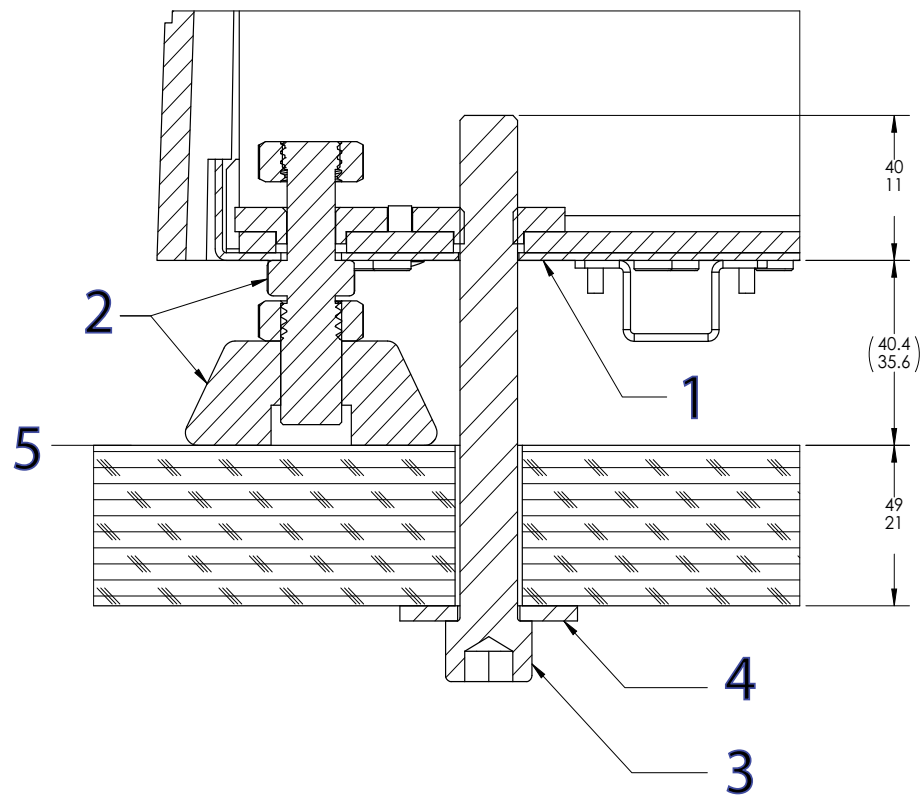

Figura 17. Fissare il telaio al tavolo
Legenda per Figura 17
3. Installare ogni bullone e rondella sovradimensionata come mostrato nella Figura 17 a pagina 73.